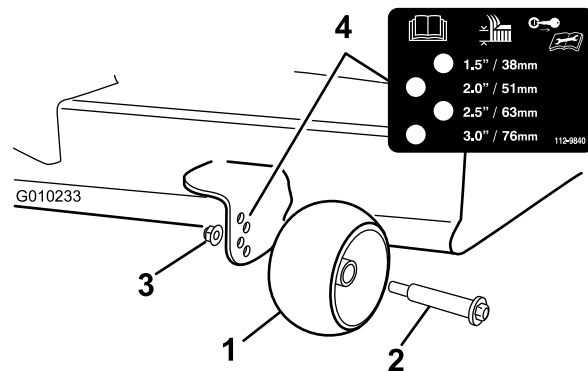

Figure 19
3. Réglez les galets anti-scalp comme montré à la Figure 19, à la position correspondant le mieux à la position de hauteur de coupe.